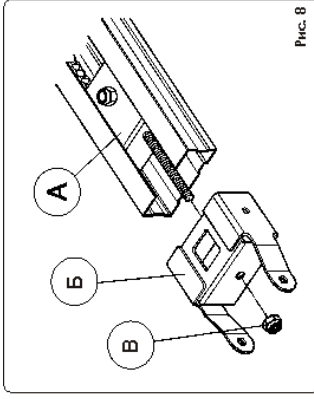

Рис. 8
2. Протяните ролик с цепью по всему пути направляющей (Рис.8 выноски А), доведя его почти до края.
3. Соедините переднее крепление (рис. 8 выноски Б) с роликом (рис. 8 выноски А).
4. Отрегулируйте натяжение цепи регулировочной гайкой (рис.8 выноски В).